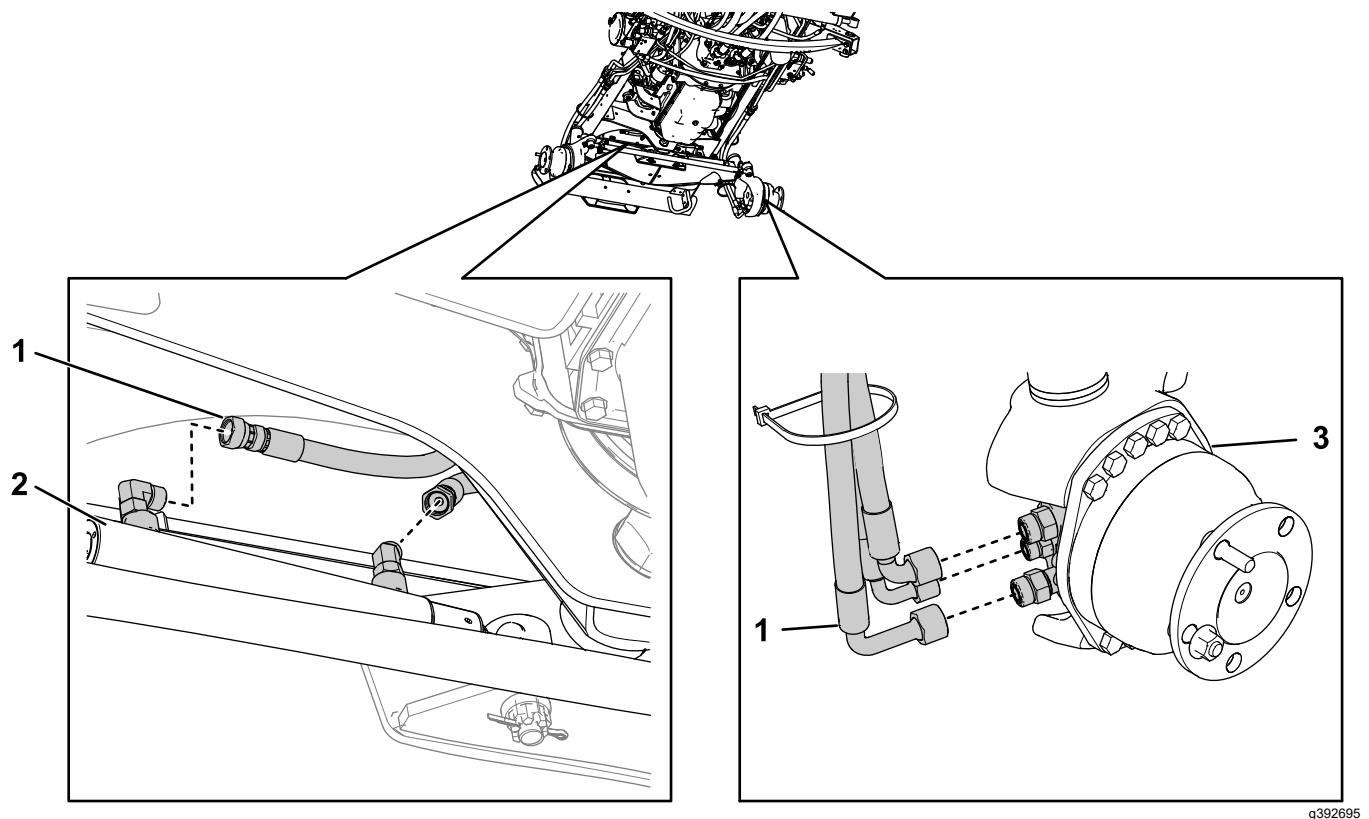

Figura 5
4. Deslique quaisquer tubos hidráulicos ligados aos cilindros da direção e aos motores das rodas traseiras (Figura 5). Repita do outro lado para cada um.